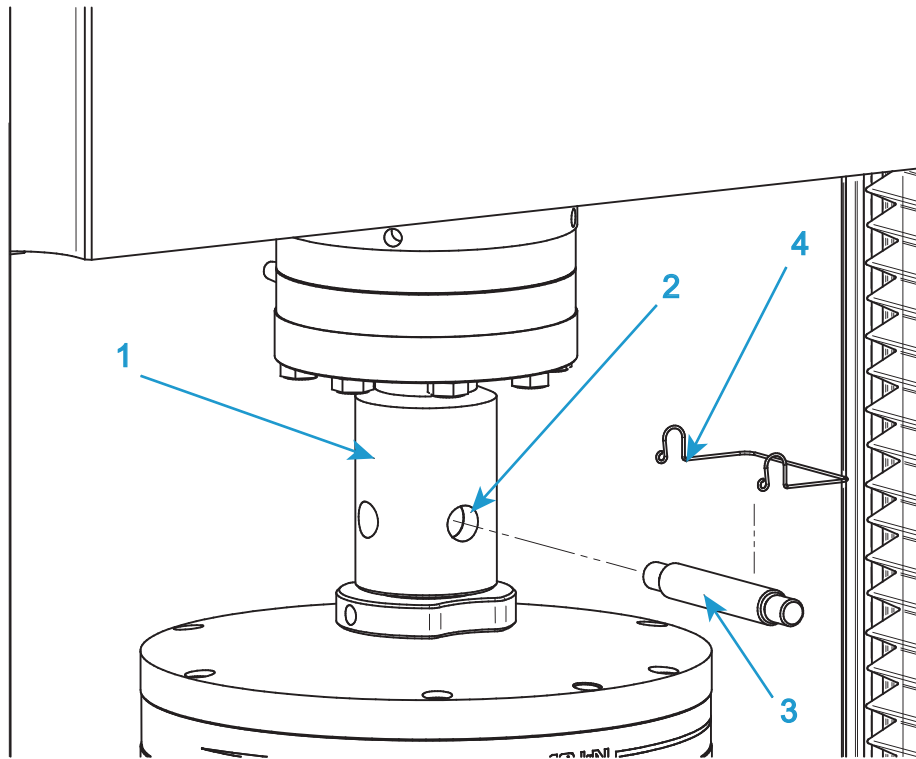

Figure 17. Installation de mâchoire classique
Consultez Figure 17 à la page 89 lorsque vous suivez cette procédure.
1. Pour la mâchoire supérieure, insérez l'adaptateur de la mâchoire dans le connecteur femelle à broche (1 dans la Figure 17) de l'adaptateur de capteur de force.
2. Alignez les trous de broche (2 dans la Figure 17) et insérez la broche (3 dans la Figure 17) par les trous.
3. Fixez la broche en position par la goupille de broche (4 dans la Figure 17).